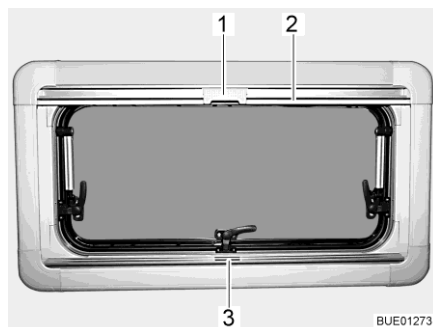
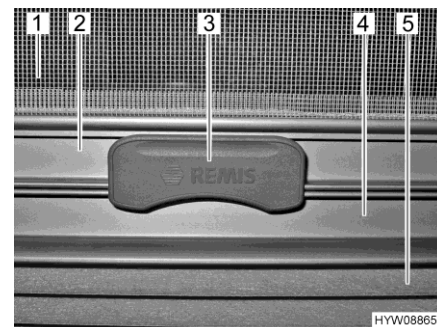

Bild 20 Överkantshängt fönster
Bild 21 Spärr
Plisségardin Plisségardinen (Bild 21,5) finns i den nedre rullgardinskassetten.
- Ta tag i mitten på plisségardinens list (Bild 20,3 och Bild 21,4) och drag den nerifrån och uppåt och släpp den vid önskad höjd. Plisségardinen stannar på denna höjd.
Insektsnät Insektsnätet (Bild 21,1) finns i den övre rullgardinskassetten.
- Drag, med listen (Bild 20,2 och Bild 21,2), ner insektsnätet tills listen stöter mot plisségardinen (Bild 21,4).
- Lås fast insektsnätets spärr (Bild 20,1 och Bild 21,3) på plisségardinens list. När spärren är låst, kan plisségardinen och insektsnätet justeras samtidigt.
- Tryck spärren (Bild 21,3) på insektsnätet uppåt.
- För långsamt tillbaka insektsnätet med listen (Bild 20,2).